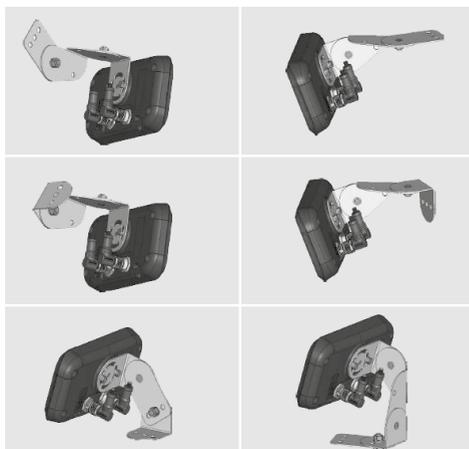

Figure 1: Configurations du support
- 2.2 Le support peut être assemblé de différentes manières pour permettre ainsi plusieurs configurations de montage (voir Figure 1).